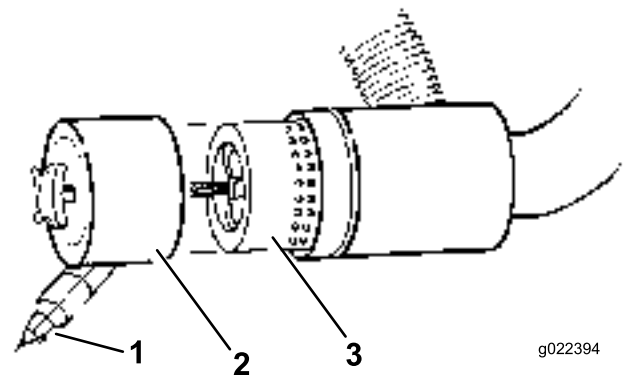

Figure 46
4. Déposez et remplacez le filtre (Figure 46).